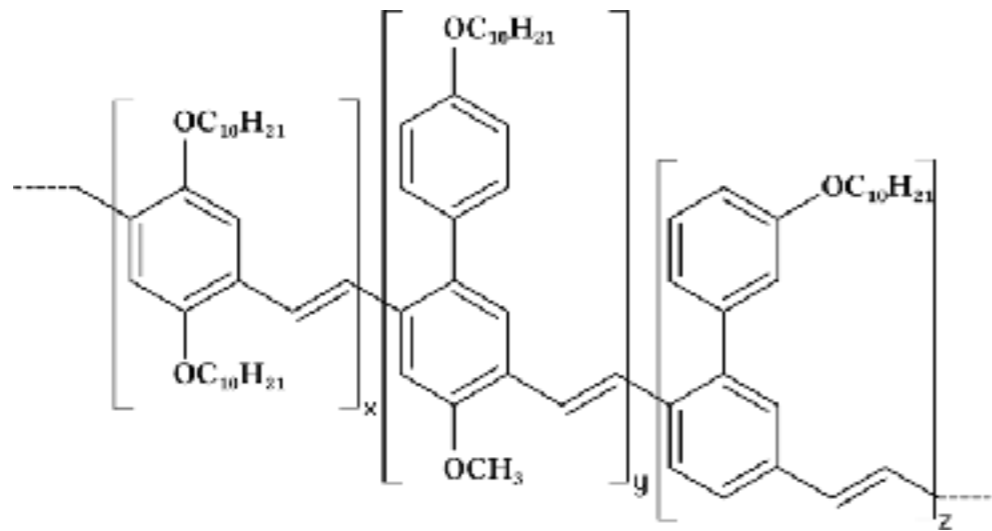

Abbildung 1: Strukturausschnitt des Superyellow®-Moleküls.
- A 1.1 In Abbildung 1 ist das Polymermolekül des Emitters Superyellow® abgebildet. Markieren Sie in dem Molekül den Bereich, in dem Einfach- und Doppelbindungen konjugiert vorliegen, d. h. sich stets abwechseln.